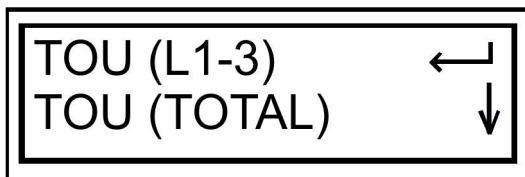

Рис. 44
1. Находясь в меню Energy, выберите пункт TOU (L1-3) и нажмите кнопку **Enter** (рис. 44):